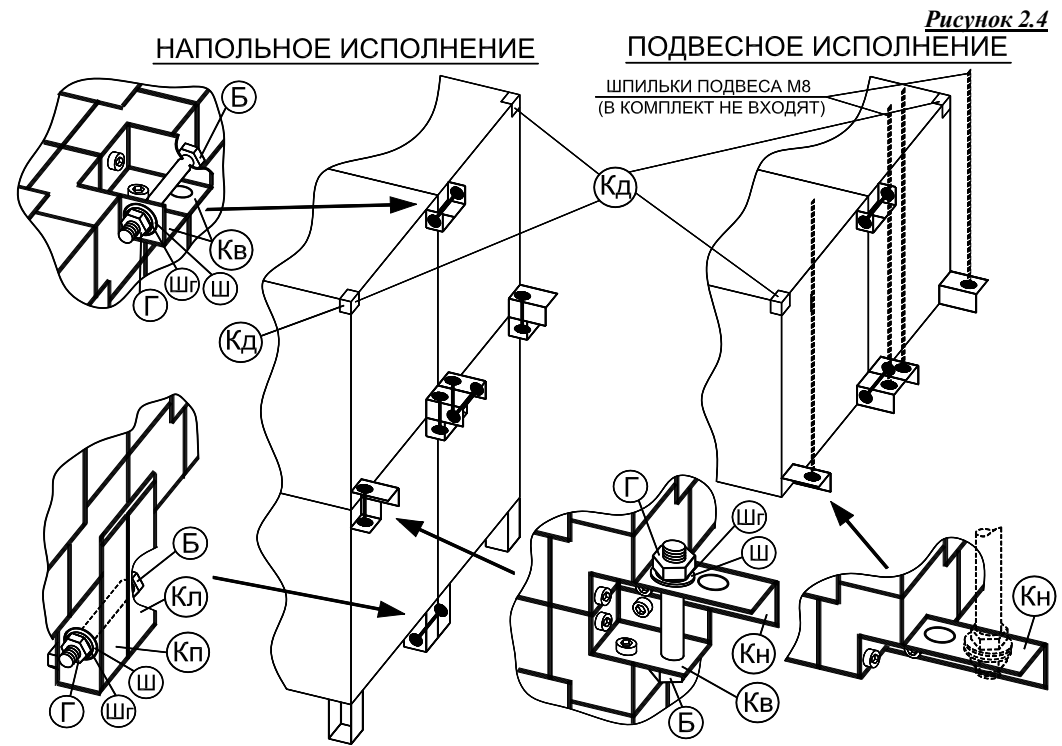

Рисунок 2.4
2.1.12. На крайние углы обоех торцов установки (см. рис.2.4) взамен штатных кронштейнов «Кв» (см. рис.2.7) устанавливаются декоративные крышки «Кд» из комплекта монтажа. Крышки крепятся винтом М6х60 («В») устанавливаемым взамен одного из штатных винтов крепления кронштейна «Кв».